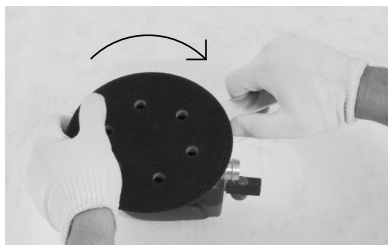

Fig. 3 – Fixação da base da lixa
- Monte a base da lixa no parafuso do suporte do rolamento, utilizando a chave de boca. Trave o parafuso e gire a base da lixa manualmente no sentido horário (Fig.3);